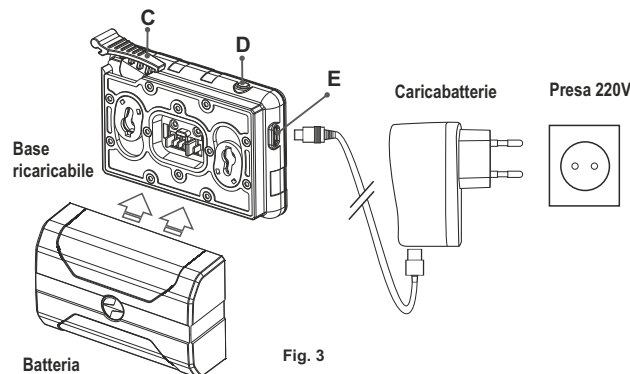

Fig. 3
- Installare il gruppo batteria all'interno del caricabatterie, come mostrato in figura e premere sulla leva **(C)** fino allo scatto **(Fig. 3)**.
- Al momento dell'installazione si accende e inizia a lampeggiare un indicatore **LED verde (D)** sul caricabatterie: